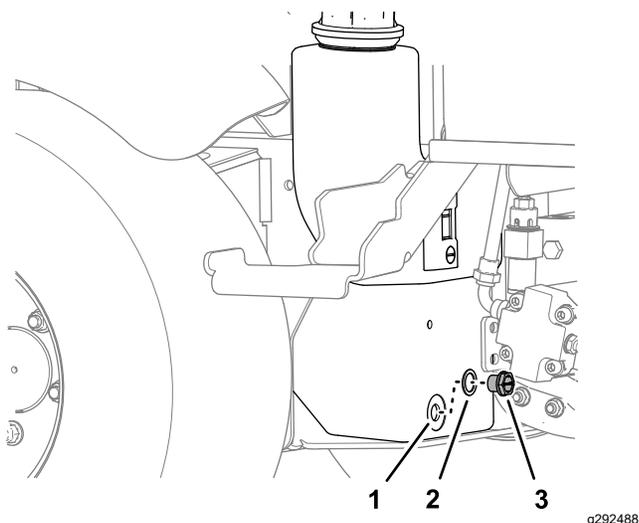

Figura 72
3. Alinhe um recipiente de drenagem debaixo do depósito hidráulico, retire o tampão de drenagem do depósito e drene completamente o fluido hidráulico (Figura 72).